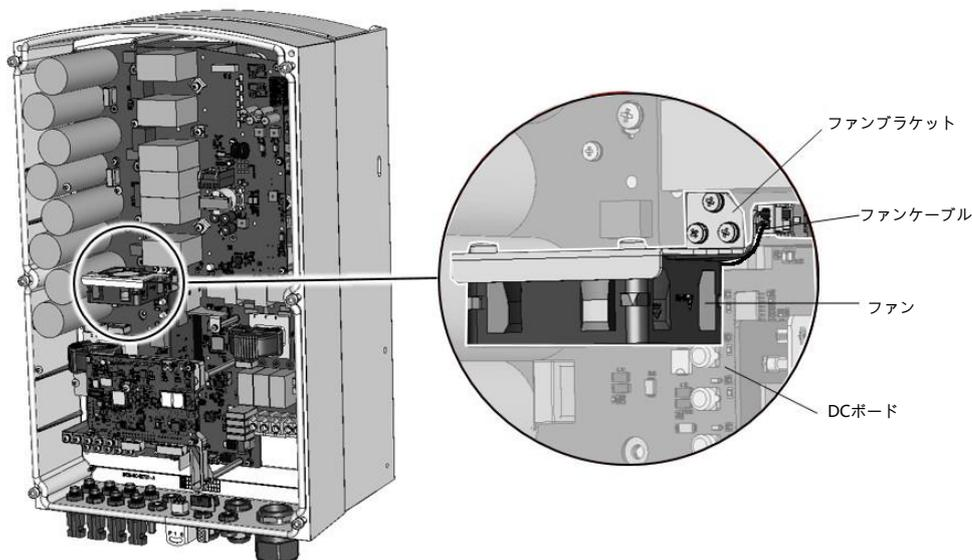

図1：ファンの取り外し
2. DCボードにファンブラケットを接続している3本のネジ（図1参照）を取り外し、ファンを取り外します。